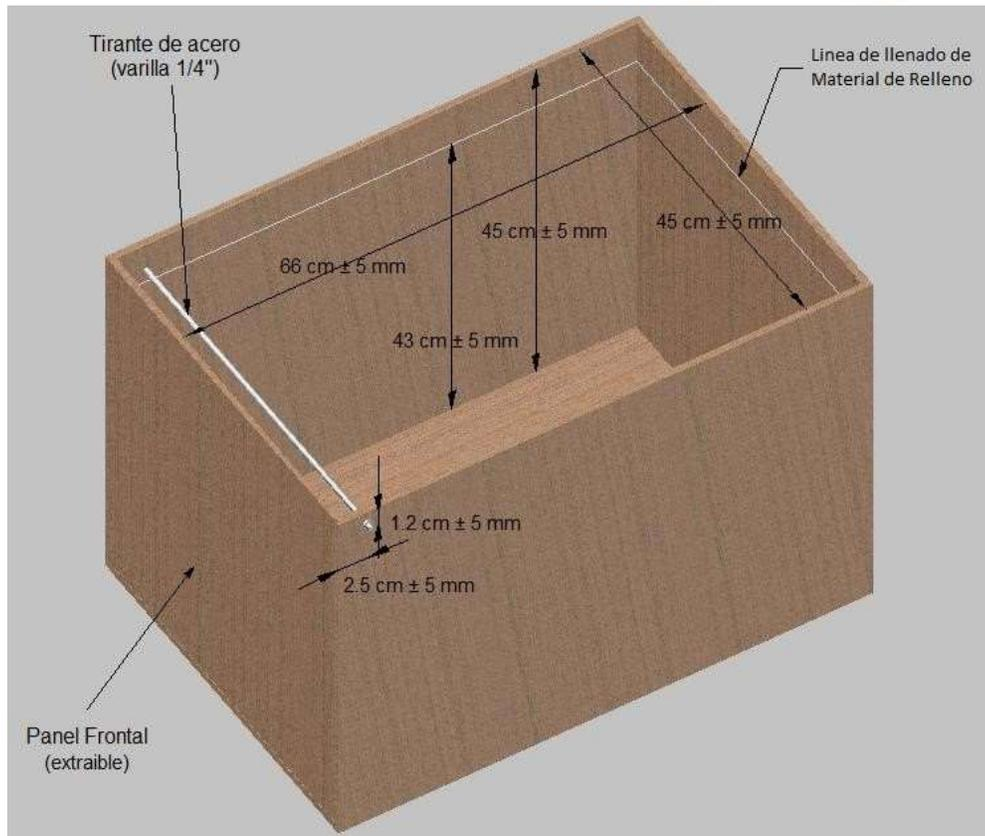

Figura 2. Dimensiones de la caja
- g. Cada equipo es responsable de llevar su propia caja para la competencia, respetando las medidas señaladas para la misma. (Ver Figura 2).
- h. Todas las medidas especificadas en la Figura 2 son a paños interiores.